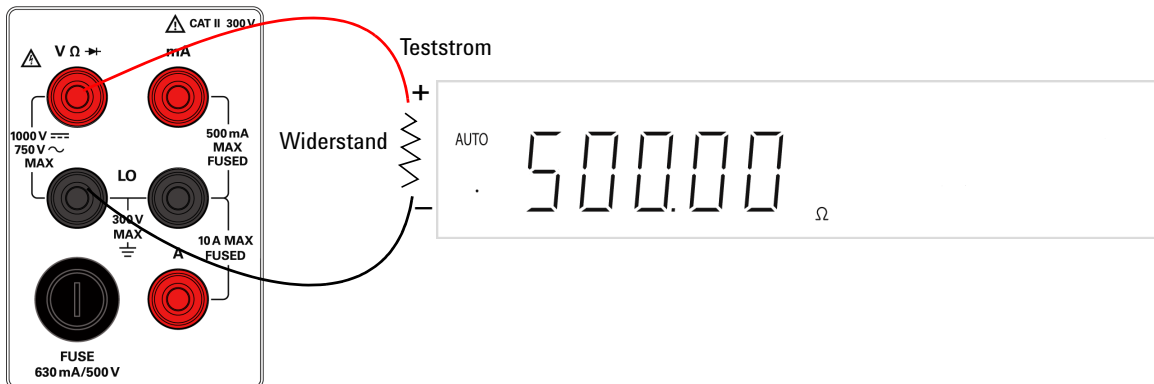

Abbildung 1-15 Widerstands-/Durchgangsanschluss und Anzeige
- 2 Verbinden Sie das rote und schwarze Testkabel mit dem Eingangsanschluss, wie in Abbildung 1-15 dargestellt.